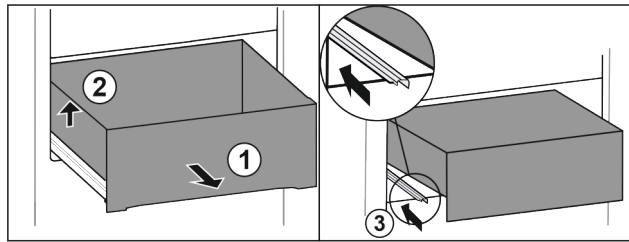

Fig. 13*
- ▶ Retirer entièrement le tiroir Fig. 13 (1).*
- ▶ Soulever le tiroir sur la gauche Fig. 13 (2).*
- ▶ Rentrer le rail de gauche Fig. 13 (3).*